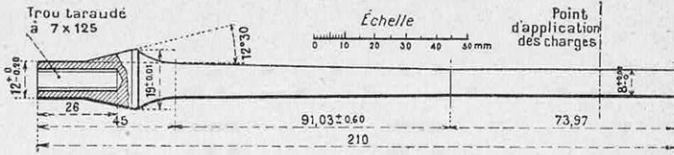

FIG. 3. — TYPE D'ÉPROUVETTE UTILISÉE POUR EFFECTUER LES ESSAIS DE FLEXION ROTATIVE
Nous avons heureusement réalisé d'importants progrès depuis que ces lignes ont été écrites. Actuellement, le service des Recherches de l'Aéronautique, sous la haute direction de *M. Cacquot*, a mis au point des *essais de flexion rotative* sur des éprouvettes dont nous donnons le type (fig. 3). Des centaines d'éprouvettes sont ainsi essayées chaque jour
modification brusque de section, mais on étudie aussi des éprouvettes avec des *congés* (1) plus ou moins rapides et des *angles vifs* plus ou moins accentués (fig. 3).